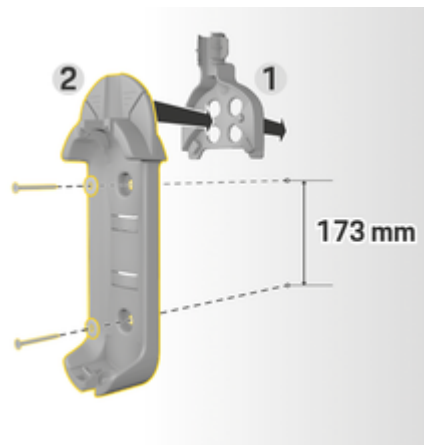

図. 189 ドリル寸法
3. ウォール マウント ベース 2 (図. 189) を前からケーブル ガイド 1 (図. 189) に押し込みます。